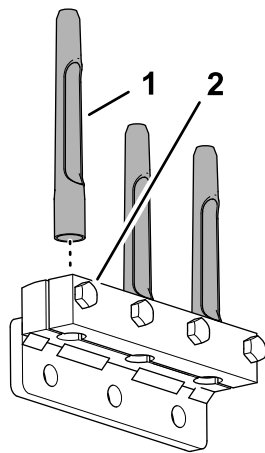

**Figura 40**
1. Instale provisionalmente la abrazadera de taladros al portataladros (Figura 40) con 4 pernos ( $\frac{3}{8}$ " x  $1\frac{1}{2}$ "). No apriete los pernos.